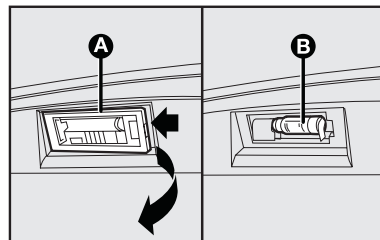

fig. 38
1) retirar los portalámparas **A-fig. 38** forzando levemente con destornillador en los puntos indicados por las flechas **fig. 38**;
2) retirar la lámpara **B-fig. 38** y sustituirla.